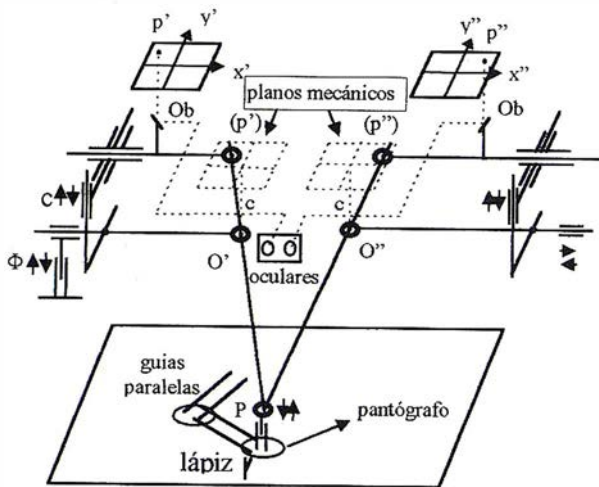
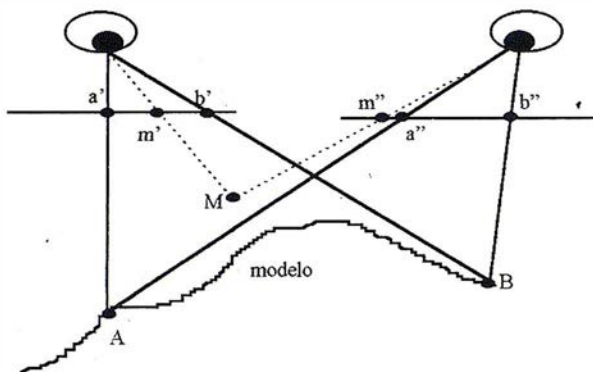
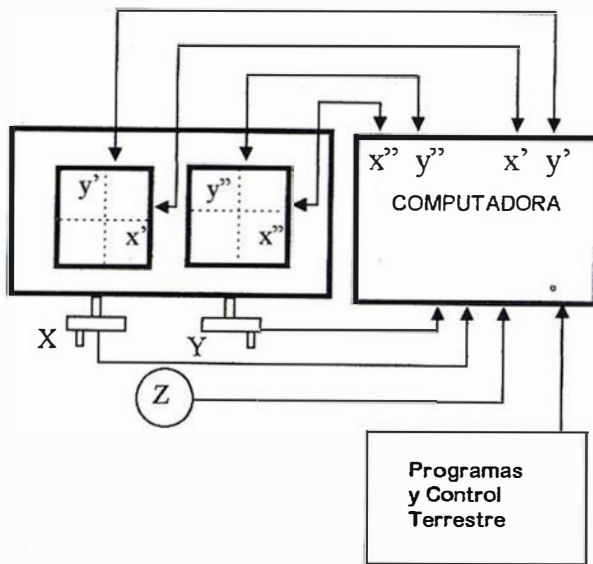

Fig. 5: Restituidor Mecánico (preparada en base a [6])
Fig. 6: Visión Estereoscópica y Marca Medidora en un Restituidor Mecánico
Fig. 7: Restituidor Analítico
La fig. 5 muestra un Restituidor de proyección mecánica, en el cual los rayos ópticos son reemplazados por varillas mecánicas, obteniéndose el punto del modelo como intersección de esas varillas.
denominan “puntos mecánicos”, o “puntos artificiales”, de las fotografías. Los puntos  $O'$  y  $O''$ , son articulaciones cardánicas fijas. Por lo tanto, si  $O'$  y  $O''$  están a una distancia  $c$  (distancia principal) de los planos mecánicos, las varillas que pasan por  $(p')$  y  $O'$ , y por  $(p'')$  y  $O''$ , tomarán las mismas posiciones que tomarían los rayos ópticos en caso de encontrarse las fotografías en las posiciones de los planos mecánicos y las lentes en la posición de las articulaciones cardánicas  $O'$  y  $O''$ . En la fig. 5 también se indica la posibilidad mecánica de cambiar el valor de la distancia principal  $c$ . El punto de intersección  $P$  de las varillas será, entonces, el punto del modelo buscado. Para no complicar la figura, ambos fotogramas se muestran completamente horizontales, pero, naturalmente, ellos pueden tomar posiciones inclinadas dentro de los rangos de las inclinaciones habituales. Es posible introducir los ángulos  $\omega$ ,  $\phi$ ,  $\kappa$  de la orientación relativa y  $\Omega$ ,  $\Phi$  de la orientación absoluta. De éstos, en la figura sólo aparece la posibilidad de  $\Phi$ . Como ya se mencionó, los planos mecánicos serán siempre paralelos a los de los fotogramas. La realización mecánica del punto de intersección de las dos varillas es tal que punto  $P$  puede moverse horizontalmente y verticalmente. En cualquier otro punto, cuyos movimientos fueran los mismos que experimenta el punto  $P$ , se podría ubicar el lápiz que se muestra en la figura, el cual servirá para graficar la posición de un punto en
En la fig. 6 se muestra lo que observa el operador a través de los oculares. Las zonas observadas son homólogas. Por lo tanto, será posible la visión estereoscópica indirecta, y al observar simultáneamente las imágenes  $a'$ ,  $a''$ , al observador le parecerá que observa un solo punto  $A$  en un espacio tridimensional. Las imágenes  $b'$ ,  $b''$ , provocarán la impresión de que se trata de un solo punto  $B$ , y lo mismo ocurrirá con todas las imágenes homólogas de los puntos del modelo entre  $A$  y  $B$ . Así, el operador percibirá una superficie continua de un modelo del terreno en sus tres dimensiones. En los caminos ópticos de ambos sistemas de observación se intercalan marcas, en una posición tal que ellas resultan nítidamente proyectadas sobre las imágenes. El observador percibirá esas marcas como  $m'$ ,  $m''$ , las cuales, al igual de lo que ocurre con  $a'$ ,  $a''$  y  $b'$ ,  $b''$ , serán fusionadas en una sola marca  $M$  que, en el caso de la fig. 6, aparecerá “flotando” encima del “terreno”, razón por la cual se la denomina en buena parte de la literatura “marca flotante”. Se puede apreciar también, que al variar la separación entre  $m'$  y  $m''$ , la marca  $M$  sube o baja, y que cuando  $m'$ ,  $m''$ , están suficientemente alejadas, la marca  $M$  podrá ser observada como “hundida” en el “terreno”. Además, si las marcas  $m'$ ,  $m''$ , se mueven en idénticas cantidades, la marca resultante  $M$  aparece como moviéndose en un plano horizontal. De esta manera resulta fácil comprender que el observador podrá desplazar horizontalmente y verticalmente la marca  $M$  en relación al modelo estereoscópico del terreno y que, si lo desea, podrá posar la marca flotante en el punto o detalle que le interesa. Así, cuando el operador perciba que la marca  $M$  se ha posado sobre el punto  $A$  del modelo, podrá estar seguro de que la marca  $m'$  coincide con  $a'$ , y que la marca  $m''$  coincide con  $a''$ . Con esto se tiene una posibilidad muy importante de bisectar puntos homólogos con las marcas  $m'$ ,  $m''$  en ambos fotogramas, sin que sea necesario transferir un punto de una fotografía a la otra, algo que sería engorroso y muchas veces imposible en terrenos sin suficientes puntos claramente identificables. Bastará, simplemente, con posar la marca flotante sobre el punto que interesa medir para estar seguro de que las marcas  $m'$  y  $m''$  están en detalles homólogos. Este es el gran aporte de la visión estereoscópica y del principio de la marca flotante al proceso de medición en la Fotogrametría, que vino a superar el viejo e incómodo problema que se planteaba en procedimientos fotogramétricos de principios del siglo con la identificación de puntos homólogos en ambos fotogramas.
una determinada posición de las varillas espaciales que fijan la posición del punto P del modelo geométrico que representa el terreno (fig. 5), y suponiendo que se ha efectuado al menos la orientación relativa, el operador percibirá un modelo estereoscópico frente a sus ojos que será totalmente subjetivo (fig. 6). Según sean las posiciones de las marcas  $m'$  y  $m''$ , la marca flotante M se observará, en general, “flotando” o “hundida”, como ya se mencionó. Moviéndolo horizontalmente, y en forma manual, el punto P del modelo (fig. 5), las varillas espaciales mueven los puntos mecánicos y, junto con ellos los sistemas de observación; entonces, las marcas  $m'$  y  $m''$  se mueven en idénticas cantidades, y con esto, la marca flotante, que parece moverse horizontalmente en el modelo estereoscópico, es llevada a la zona que interesa. Allí, subiendo y bajando el punto P del modelo geométrico, las varillas harán que los puntos mecánicos ( $p'$ ) y ( $p''$ ) se abran o cierren, al igual que los sistemas de observación, y las marcas  $m'$  y  $m''$ , con lo cual el operador percibirá en el modelo estereoscópico que la marca flotante sube o baja y podrá posarla en el “terreno” en el punto que le interese medir. En esta situación, por lo explicado anteriormente, los puntos del fotograma observados serán homólogos y lo mismo ocurrirá con los puntos mecánicos ( $p'$ ) y ( $p''$ ). Entonces las varillas espaciales asumirán la posición correcta y su intersección fijará la posición del punto P del modelo geométrico.
estos últimos. Sin embargo, el empleo de los Restituidores Analógicos ha continuado hasta el presente, aunque con una modalidad de trabajo que incluye la computación, puesto que los movimientos en las tres coordenadas del punto del modelo (punto P de la fig. 5) son captados por sensores e ingresados a una computadora.
El principio del funcionamiento de un Restituidor Analítico se muestra en la fig. 7. Al comenzar, el instrumento trabaja en el modo Estereocomparador. Los valores de las coordenadas de fotograma,  $x',y',x'',y''$ , fluyen hacia la computadora. El operador bisecta estereoscópicamente (Fig. 6) los puntos que empleará para la Orientación Relativa y para la Absoluta. Con las coordenadas de esos puntos, y con los valores de las coordenadas de campo de los puntos de control, la computadora calcula los 12 parámetros de las orientaciones mencionadas (5 para la orientación relativa y 7 para la orientación absoluta). Una vez concluida esta etapa, el instrumento pasa a trabajar en el modo Modelo. En esta modalidad, el operador ingresa a la computadora una terna de valores  $X,Y,Z$ , de coordenadas de terreno. Con los 12 parámetros de las orientaciones exteriores calculados previamente, la computadora calcula los valores  $x',y',x'',y''$ , por medio de las ecuaciones de colinealidad (1). Servomotores actúan de manera casi instantánea (tiempo real) y guían las marcas medidoras de los sistemas de observación a los puntos correspondientes a esas coordenadas. De esta manera, mediante el cálculo de las coordenadas de fotograma y la acción de los servomotores, operaciones éstas que se repiten varias veces por segundo, se establece una correspondencia entre la terna  $X,Y,Z$ , de las coordenadas del terreno de un punto y los dos pares de las coordenadas  $x',y',x'',y''$ , de los puntos homólogos correspondientes a las imágenes de dicho punto. El resultado de esta operación es idéntico al obtenido en el restituidor analógico de proyección mecánica descripto previamente (Fig. 5). En aquel caso, la correspondencia entre la terna de las coordenadas del terreno y los dos pares de coordenadas de fotogramas se obtenía a través del sistema mecánico formado por varillas y articulaciones cardánicas. En el Restituidor Analítico, la correspondencia se establece, en cambio, a través de un proceso analítico. En el trazado del mapa, el operador trabaja de la misma manera en ambos casos empleando la visión estereoscópica (Fig. 6).
Para algunos autores [3], “un restituidor digital no difiere demasiado de un restituidor analítico”, puesto que trabaja “..... de una manera completamente similar a aquella en que imágenes en film son usadas en un restituidor analítico, i.e. como fuente primaria para generar pares de coordenadas de fotograma, información que adecuadamente procesada permite obtener las tres coordenadas de un punto en el espacio”. En general, las imágenes homólogas en la pantalla son observadas estereoscópicamente por medio de algún artificio, y el operador posa la marca flotante sobre el terreno de la manera descrita en uno de los casos anteriores (fig. 6). A diferencia de lo que ocurre en el restituidor analítico, en el restituidor digital no son necesarios los servomecanismos para mover las imágenes. Ellas desaparecen y se generan muy rápidamente en la pantalla en las posiciones correctas. Al no ser necesarios dispositivos mecánicos, la restitución no introducirá errores, y la precisión dependerá solamente de los datos ingresados. Sin embargo, como todavía en la Fotogrametría Digital para fines cartográficos las imágenes son digitalizadas por medio de “scanners”, “el problema de la precisión cambia del estereorestituidor al scanner” [3].